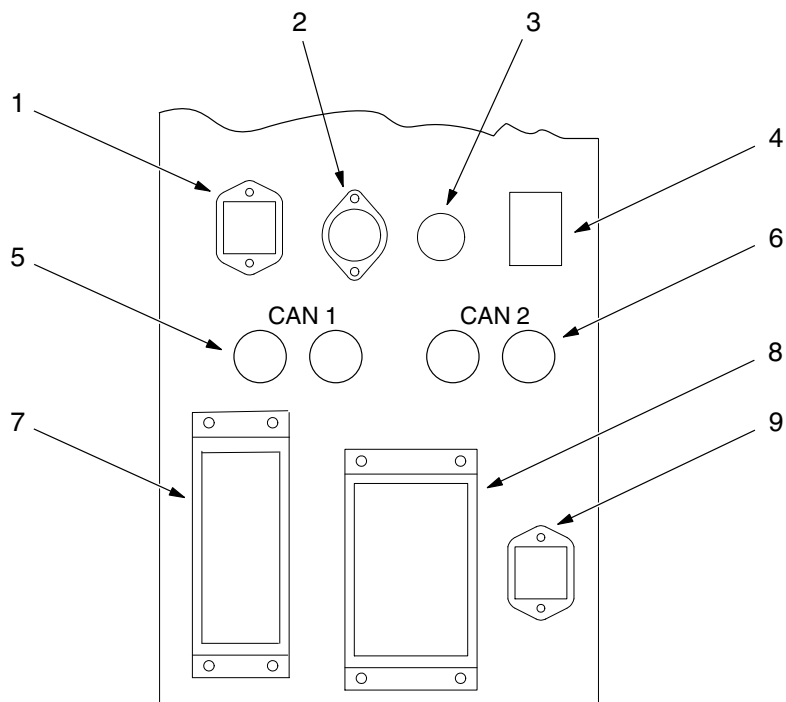

Fig. 6 Interfaces no painel lateral do quadro eléctrico
As interfaces (item 1 a 4, fig. 6) formam um conjunto e servem para ligar um aplicador a cada uma. É possível ligar (de cima para baixo) até oito aplicadores ao quadro eléctrico.
1. Ligue a máquina principal à interface XS5 (9, fig. 6).
2. Ligue as entradas de sinais externos de comando do aparelho de fusão, para cada canal, às saídas do quadro eléctrico de TruFlow (1, fig. 6).